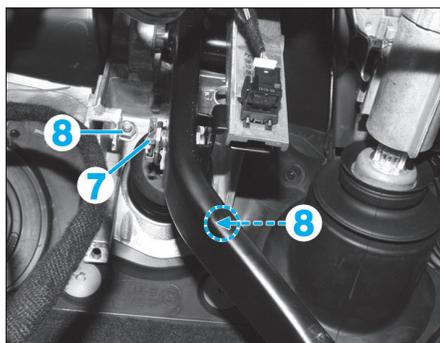

Fig. 29
- Déposer les conduites de frein (9) (Fig.29).
- Au besoin, déposer la conduite (10) du bloc hydraulique et pousser légèrement vers le bas.